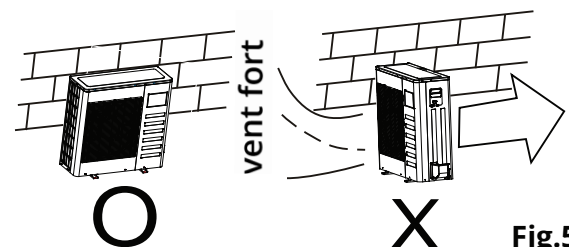

Fig.5.3
- Si le lieu d'installation est exposé à des vents violents comme en bord de mer, assurez-vous que le ventilateur fonctionne correctement en le plaçant dans le sens de la longueur le long du mur ou en utilisant un pare-poussière. (Reportez-vous à la **Fig.5.3**).